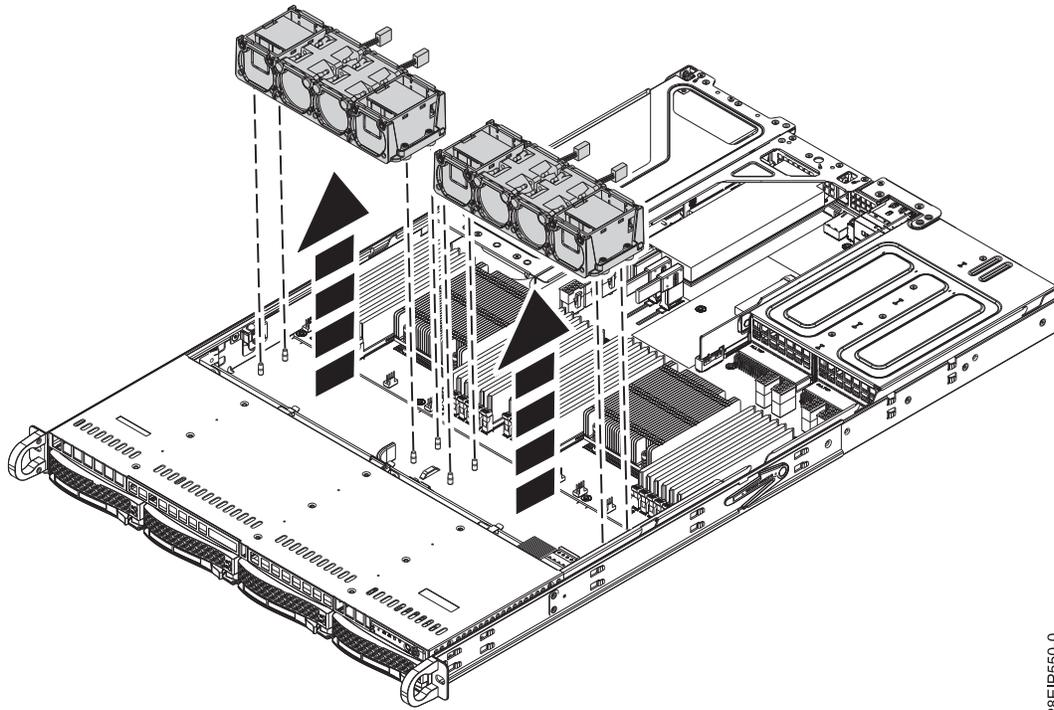

Abbildung 16. Lüfterhalterung ausbauen
2. Heben Sie die Halterung der Lüfter an (siehe Abb. 16 auf Seite 21). Die Lüfter lassen sich leichter ausbauen, wenn die Halterung leicht angehoben ist.